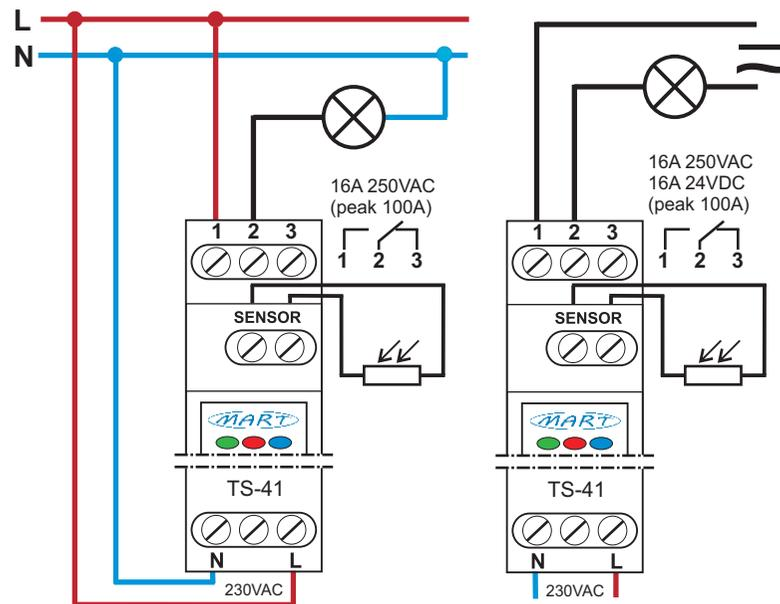

Bild 2: Anschlussschema des Dämmerungsschalters TS-41-3
3. Schließen Sie die Verkabelung gemäß Schema an (Bild. 2)